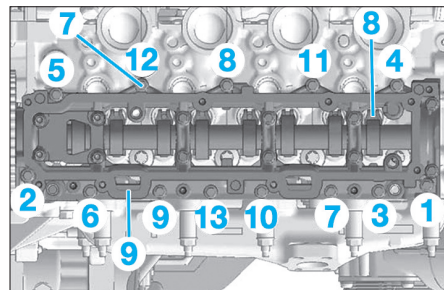

Fig. 47a
- Déposer les vis de fixation (3) et (6).
- Écarter l'écran thermique extérieur (5) vers l'avant.
- Déposer l'écran thermique supérieur (2).
- Desserrer les vis (7) dans l'ordre comme illustré (Fig.47a).